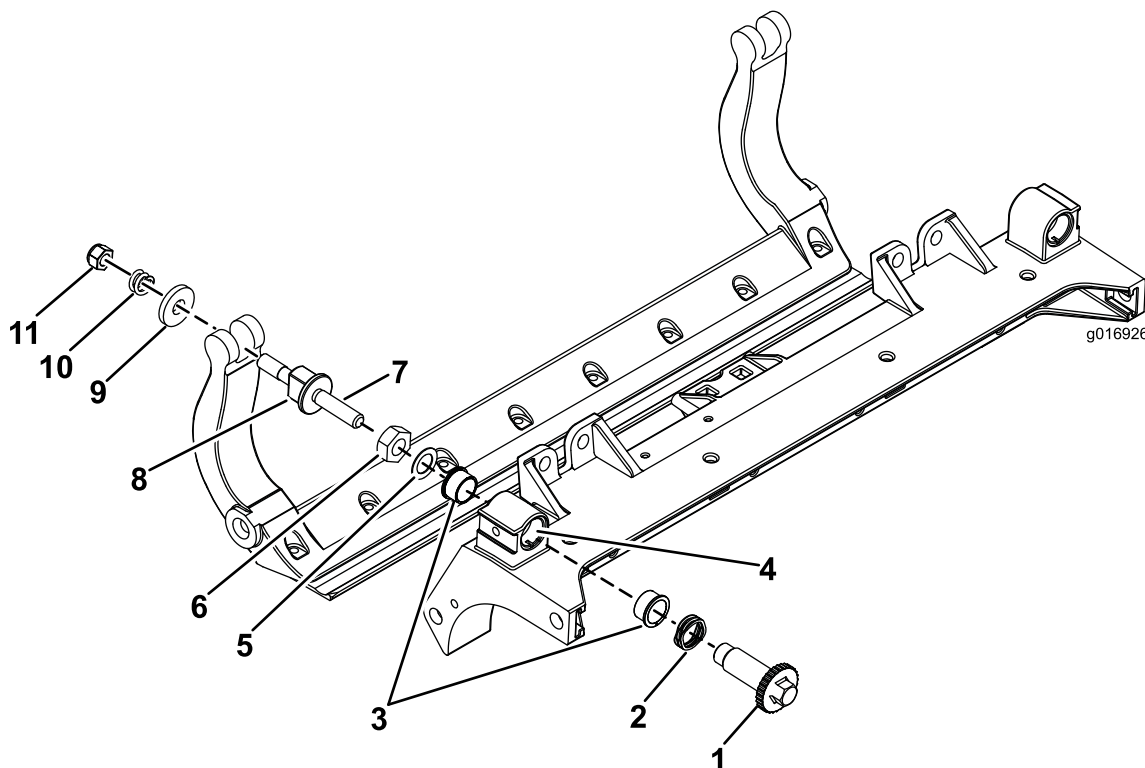

Figura 36
1. Îndepărtați toate piesele (consultați *Instrucțiunile de instalare* pentru Setul HD DPA în Figura 36).
2. Aplicați agent anti-blocare în interiorul bucei de pe cadrul central al unității de tăiere (Figura 36).
3. Aliniați cheile de pe bucele cu flană cu fantele din cadrul și instalați bucele (Figura 36).
4. Montați o aibă ondulantă pe arborele urubului de reglare și glisați-l în bucele cu flană din cadrul unității de tăiere (Figura 36).
5. Fixați arborele urubului de reglare cu o aibă plată și o contrapiuliță (Figura 36).
12. Amplasai o aibă din oel în afara fiecărei aibe din nailon (Figura 36).
Notă: Șaibele din interior pot lăsa un spațiu (Figura 36).
piulia cu jumătate de rotaie (Figura 36).